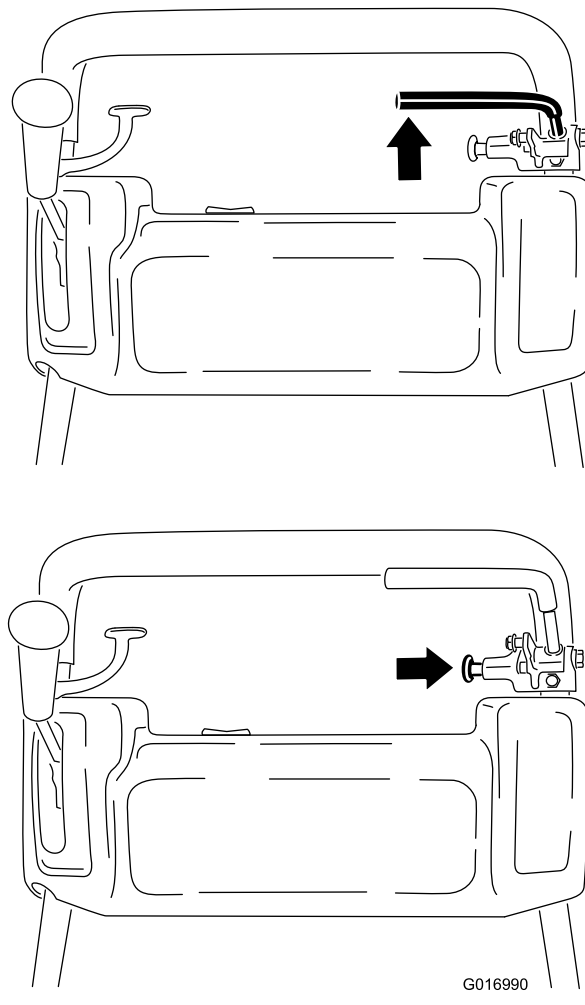

Figura 31
1. Ponga el freno de servicio, empuje el pomo del freno de estacionamiento y deje que el freno de servicio descansa sobre el pasador del freno de estacionamiento (Figura 31)..